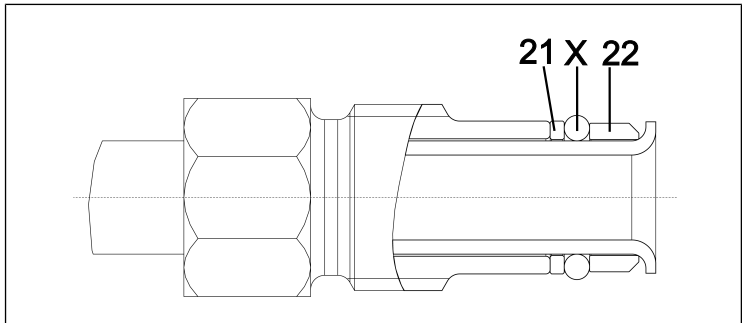

Abb.31: Korrekte Position des O-Rings
2. Wechseln Sie die O-Ringe (16) und (17) an der Schlauchverbindung Abscheider (11).
3. Wechseln Sie den O-Ring (15) an der Schlauchverbindung Hochleistungskondensator (12).
i Achten Sie beim Wechsel der O-Ringe auf die korrekte Position der neuen O-Ringe (zwischen Hülse (22) und Gleitscheibe (21; siehe Abb. 31).